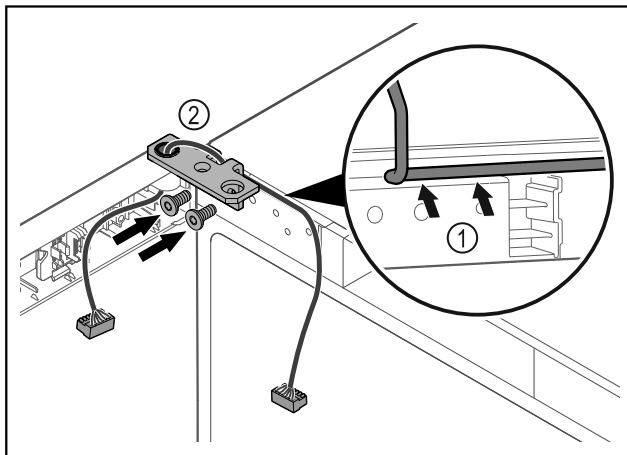

Fig. 41
- ▶ Poprowadzić kabel przez wgłębienie w zawiasie i ostrożnie go ułożyć Fig. 41 (1).
- ▶ Przykręcić zawias Fig. 41 (2).